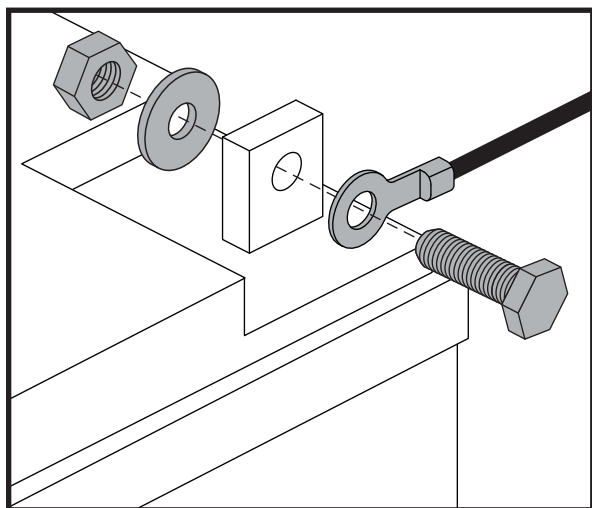

Figura 12. Bulloneria terminale batteria
4. Scollegare i cavi delle batterie dai terminali portando indietro gli involucri dei terminali e svitando il dado dal bullone. **Vedere figura 12.**